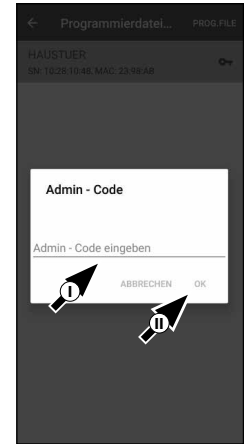

Abb. 98
- ⑧ Im Folgenden werden Sie aufgefordert, Ihren Admincode einzutippen (I) und mit „OK“ zu bestätigen (II) (Abb. 98).